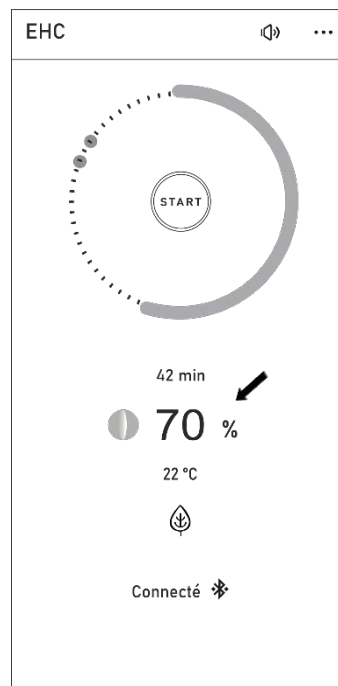

Fig. 5 – Air régulé¹
- Ensuite l'EHC règle la commande d'air en fonction de la température (la couleur de la LED passe du JAUNE au VERT également dans l'application) – Fig. 5. Les flammes s'éteignent progressivement et les bûches se consomment à chaud.